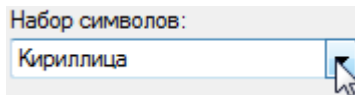

Рисунок 294. Набор символов
1. Раскройте выпадающий список **Набор символов** (Рис. 294), нажав левую кнопку мыши на треугольнике.